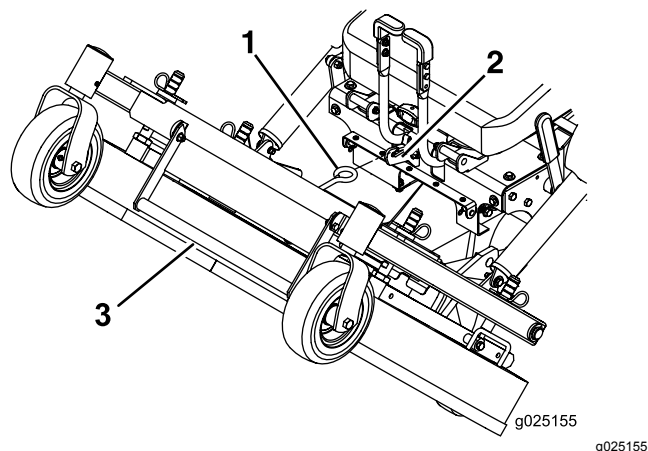

Рисунок 11
положении (фиксатор расположен в передней средней части сиденья), как показано на Рисунок 11.
1. Крепко удерживая рукоятку подъема деки, отцепите фиксатор деки газонокосилки от машины и медленно опустите деку газонокосилки на землю (Рисунок 11).